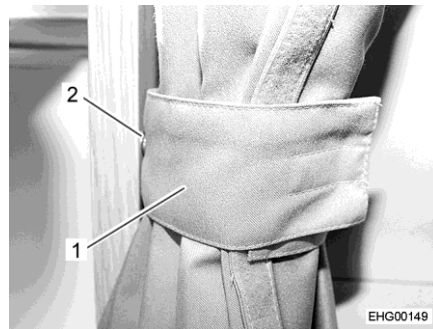

Bild 4 Vorhangverdunklung, gesichert
- Beide Hälften der Vorhangverdunklung mit Schlaufe (Bild 4,1) und Druckknopf (Bild 4,2) sichern.